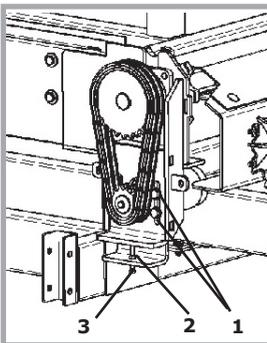

Abb. 5
- die 4 Befestigungsschrauben (1) des Hydraulikmotors lösen (siehe Abb.5)
- die Sechskantmutter (2) an der der Spannplatte Lösen und die Sechskantschraube (3) so lange drehen, bis die Kette richtig gespannt ist